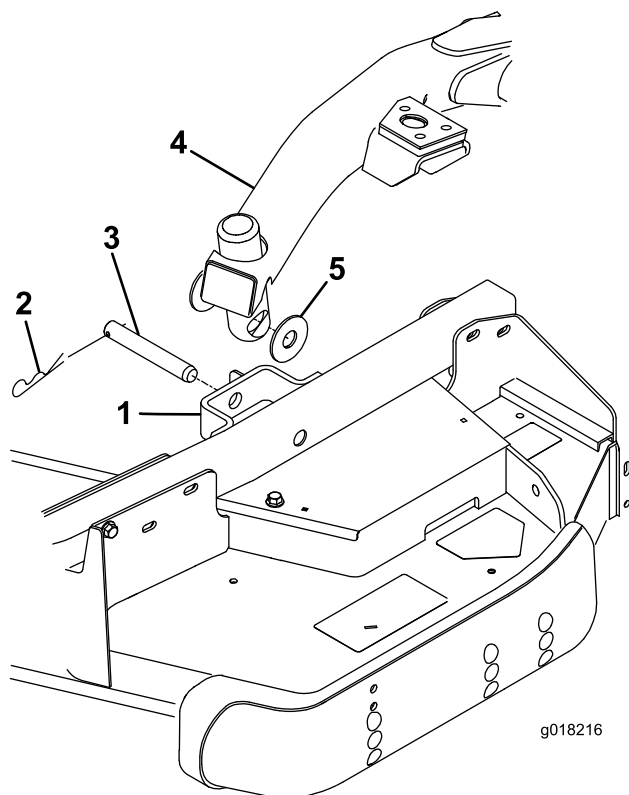

图 5
- 从滚刀组的每个脚轮臂支架上卸下 2 个止推垫圈、柱销和发卡销图 5。
3. 将摇臂开关向上按至浮动位置。向下推提升臂直至提升臂中的孔与脚轮臂支架中的孔对齐 图 5。
将止推垫圈放在提升臂和脚轮臂支架之间 图 5 并将开口销的一端插入脚轮臂凸耳的槽中以固定开口销。